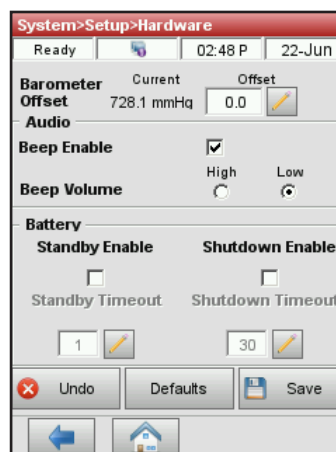

Abbildung 26. System Manager > Einrichtung > Hardwarebildschirm
3. Am Bildschirm Hardware stellen Sie die gewünschten Hardwareoptionen ein (Abbildung 26).